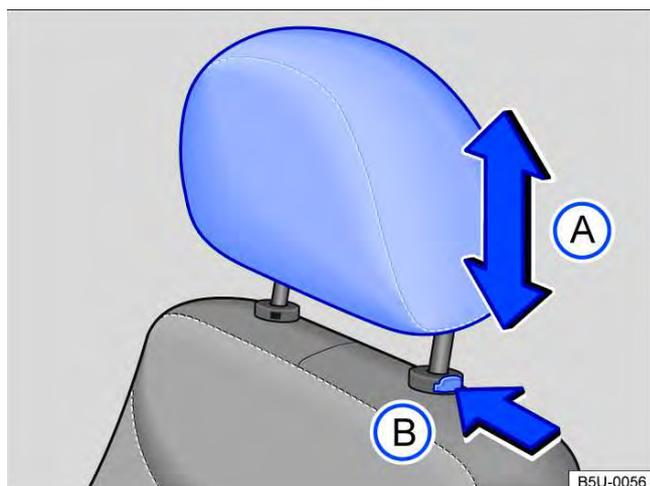

Fig. 70 Ajustar o apoio para cabeça dianteiro.
- Empurrar o apoio para cabeça para cima ou para baixo na direção da seta → Fig. 70 (A) → ⚠ em *Introdução ao tema* na página 84.